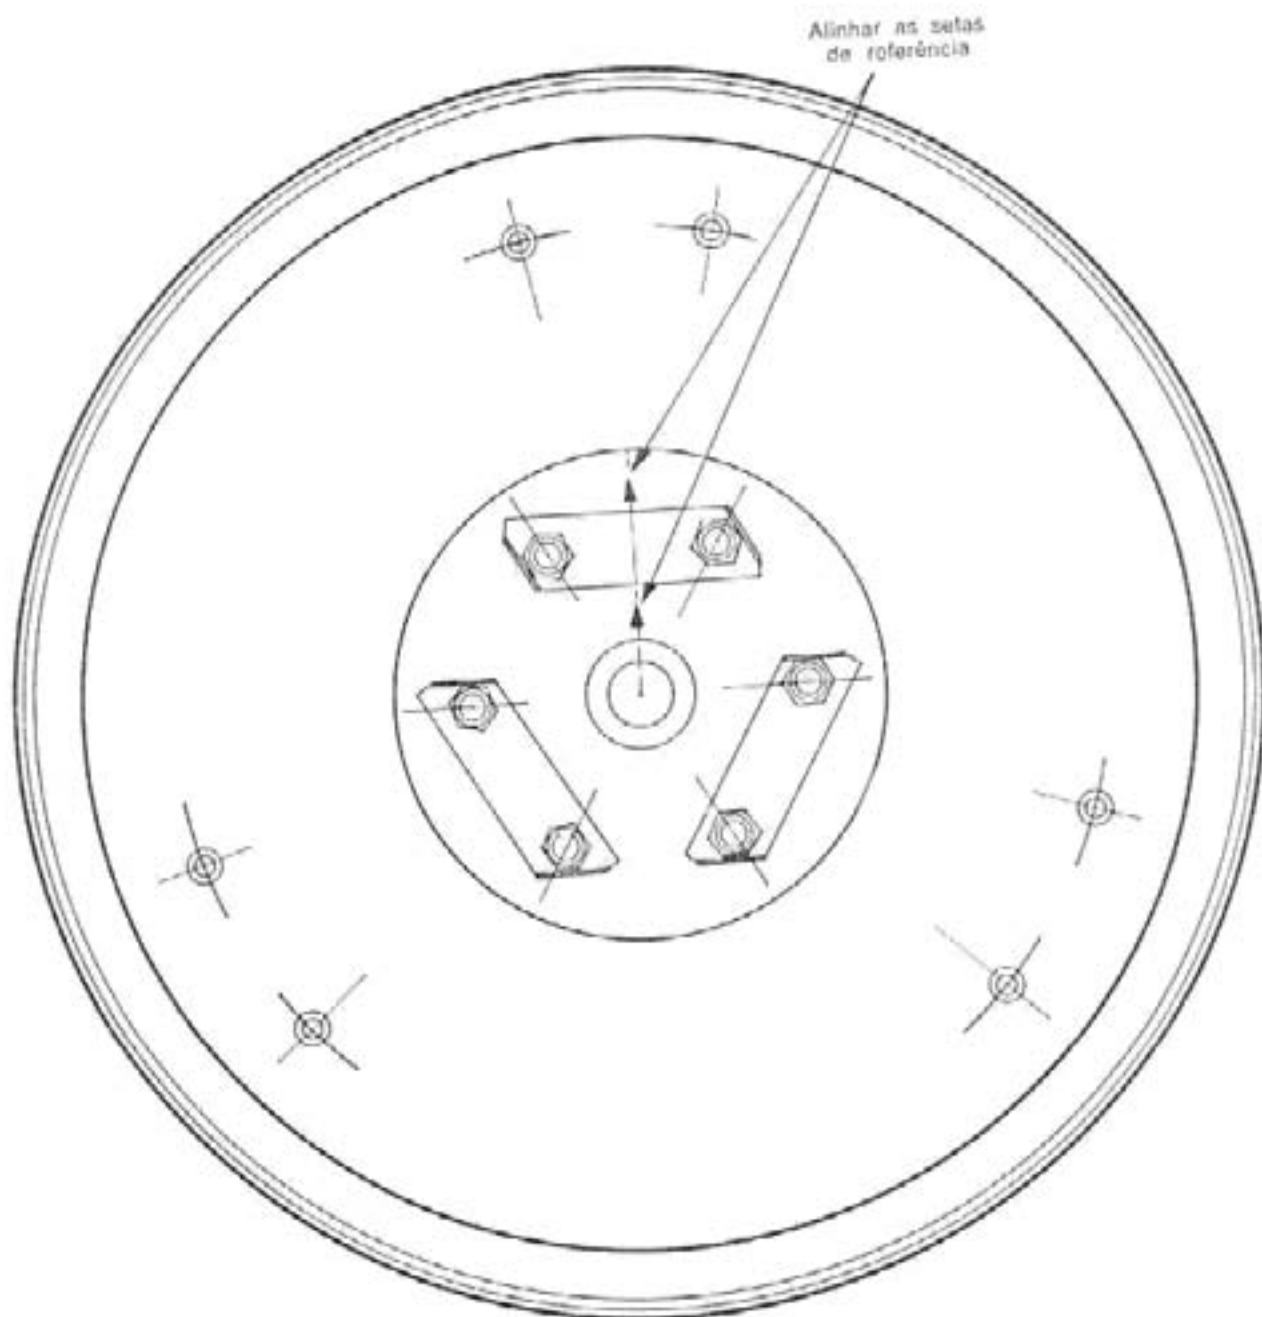

fig. 13 — Instalação do volante
2. Observar as marcas (setas) no volante e na árvore de manivelas (fig. 13) para que na montagem estas peças sejam instaladas na mesma posição original.
1. Para instalar o volante, posicioná-lo na árvore de manivelas alinhando as marcas (setas) do volante e da árvore (fig. 13).